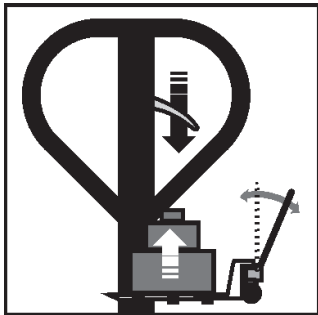

Fig. 7 – Elevando a carga
- a. Posicione a alavanca para baixo e movimento o cabo para elevar a carga, conforme fig. 7.